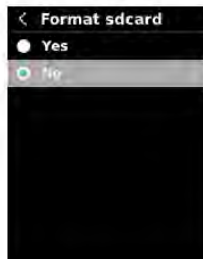

Fig. 25
2. Appuyez sur les boutons \wedge et \vee pour sélectionner "Yes" ou "No" (Fig. 25).